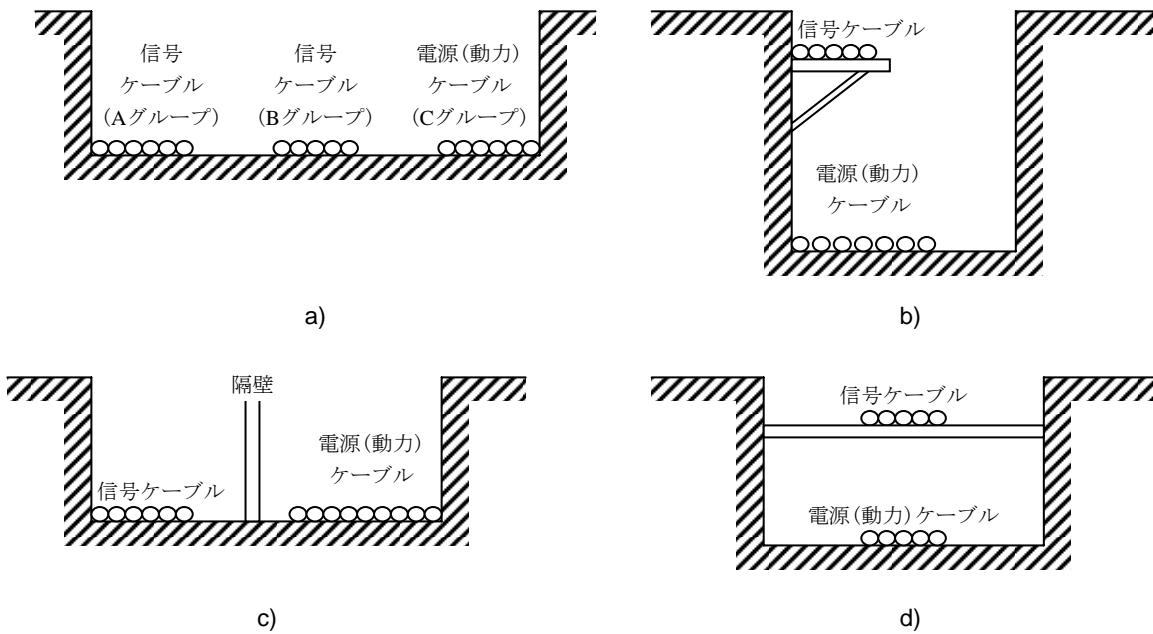

図12 信号ケーブル及び電源ケーブルの隔離方法
- 性質の異なる信号ケーブルを同一ダクト内に入れる場合は、必ず隔離する(図12参照)。